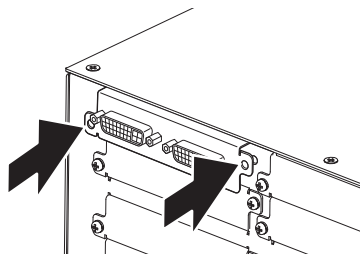

Fig. 2
2) Installez la carte d'interface sur le Processeur Multi-fenêtrage. (Fig. 2)